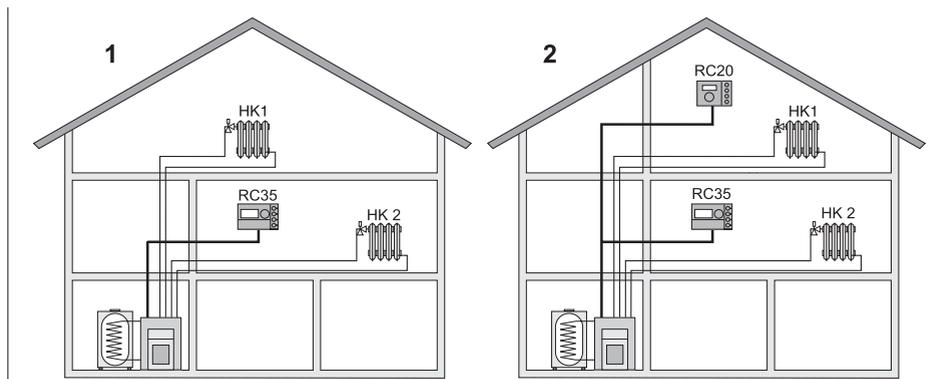

Fig. 2 Possibilités pour une installation de chauffage avec deux circuits de chauffage
- En tant que régulateur unique sur une installation de chauffage avec deux ou plusieurs circuits de chauffage1 (figure 2, **1**).
- En liaison avec une commande à distance (par ex. RC20/RC20RF, figure 2, **2**). Dans ce cas, il s'agit toujours de deux circuits de chauffage séparés. Les commandes à distance ne peuvent pas être utilisées avec UBA1.x.